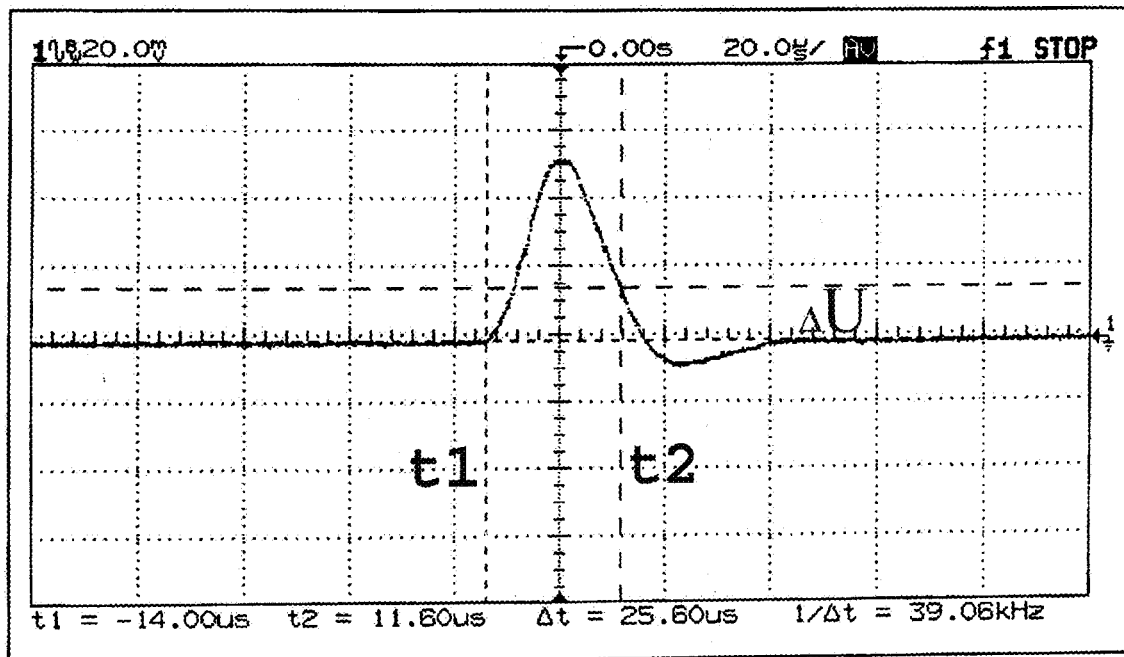

Рис. 7.3.3. Изменение выходного напряжения меры во времени при изменении нагрузки
- установить его на линию установившегося напряжения после переходного процесса (см. правую часть рис. 7.3.3.)
- отвести КН2 от КН1 в направлении пика напряжения переходного процесса (для осциллограммы на рис. 7.3.3 – вверх) на расстояние, соответствующее разности напряжений между КН1 и КН2, равной  $\Delta U$ . (Разность напряжений рассчитывается самим осциллографом и отображается на дисплее)